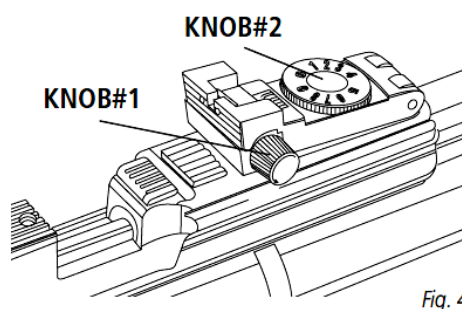

Fig. 4
- Hvis skuddet sidder til venstre for målet, drej KNOB # 1 med uret. (Fig. 4)
- Hvis skuddet sidder til højre for målet, drej KNOB # 1 mod uret. (Fig. 4)
- Hvis skuddet sidder for højt, drej skruen KNOB # 2 mod højre (med uret) (Fig. 4).
- Hvis skuddet sidder for lavt, drej højdejustering KNOB # 2 mod venstre (mod uret) (Fig. 4).